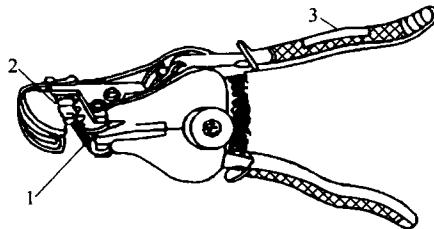
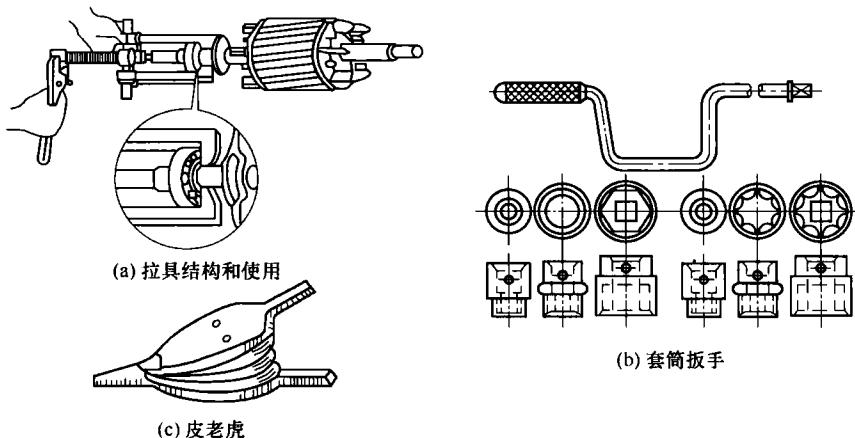

图 1-5 剥线钳
图 1-6 安装和维修工具
⑦ 剥线钳。如图 1-5 所示，用来剥  $6\text{mm}^2$  以下塑料或橡胶导线的绝缘层。由钳头和手柄两部分组成，钳头部分由压线口和切口构成，分有直径为  $0.5\sim 3\text{mm}$  的多个切口，以适用于不同规格的芯线。使用时，电线必须放在大于其芯线直径的切口上切割，否则会切伤线芯。
(3) 设备安装和维修工具 安装电气设备时，经常用到下列几种专用工具。
① 拉具。如图 1-6 (a) 所示，分有双爪和三爪两种，用来拆卸皮带轮和轴承等配件。实际工作中也常用圆盘抓及平板抓，多根据实际尺寸自制。拉具分为液压抓和机械抓，使用方法如图 1-6 (a) 所示。
② 套筒扳手。如图 1-6 (b) 所示，用来旋紧或旋松有沉孔的螺母，或在无法使用活络扳手的地方使用。由套筒和手柄两部分组成，套筒应根据螺母规格选用。
③ 皮老虎。如图 1-6 (c) 所示，用来吹除各种电气设备内部的积灰等垃圾。
④ 电动攻螺纹机。用于钢、铸铁、黄铜及铝等材料中攻制螺纹。为适应攻螺纹工艺，设置主轴逆转机构，逆转运动一般采用机械逆转方式。常用的逆转机构有双摩擦联轴器、叠片摩擦联轴器等行程机构，能使主轴迅速逆转，并有高的反向转速。
⑤ 电动锯管机。用于金属管材的锯断或切割坡口，有旋转式和往复式两种。电动自爬式锯管机为旋转式，用于锯割管径大于 250mm 的钢管。工作时，锯管机由滚链等装置固定在钢管上，涡轮带动爬轮沿钢管外沿爬行，并在锯片切割时自动进给。锯管机爬行速度一般为 30cm/min，锯片转速一般为 30r/min。